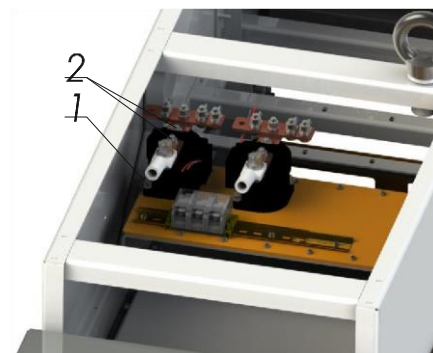

Рисунок 7.8. Реле постоянного тока
9. Открутить гайки 2, снять шины (Рисунок 7.8).
10. Открутить винты 1 (Рисунок 7.8), отсоединить провода, снять реле.